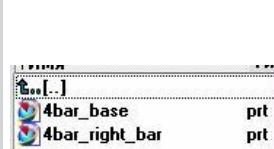

рис.16
- В удобном для вас месте создайте пустую директорию ***First_Prim***, и скопируйте туда эти две детали (рис.16).